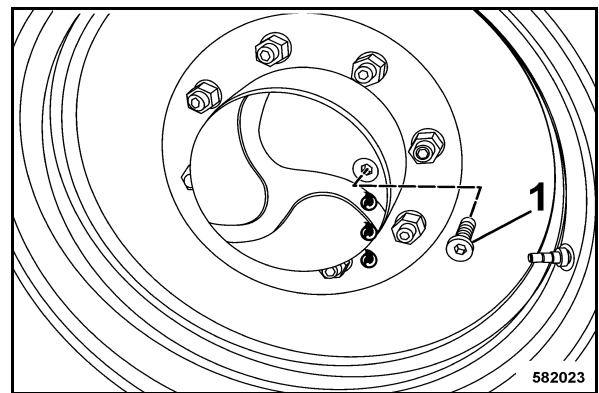

fig. 129
- Déplacer la machine de sorte que le bouchon de fermeture (1) (fig. 129) se trouve à l'horizontale.